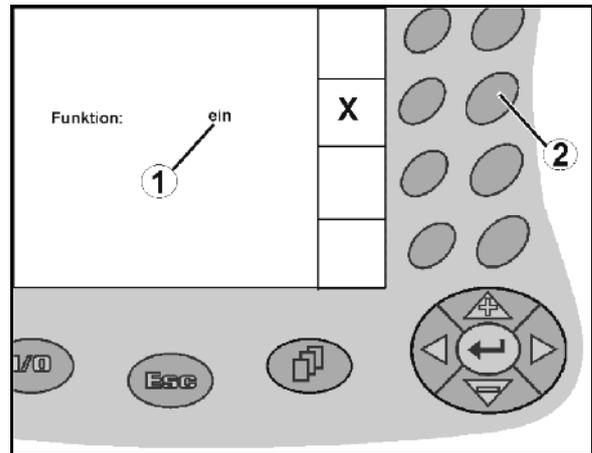

Fig. 15
- Actionnez une première fois la touche de fonction (Fig. 15/2)
- Fonction **activée** (Fig. 15/1).